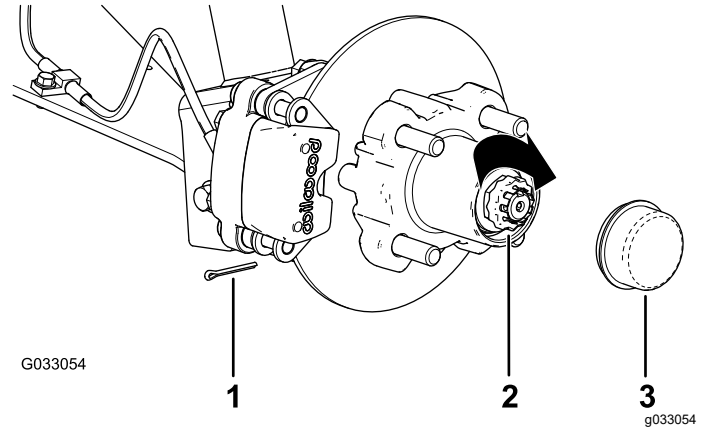

Figura 29
- Instale o retentor por cima da porca e verifique o alinhamento da ranhura no retentor e o orifício no eixo para o contrapino (Figura 29).
- Coloque o contrapino e dobre as pernas em torno do retentor (Figura 29).
- Coloque o tampão antipoeira no cubo (Figura 29).